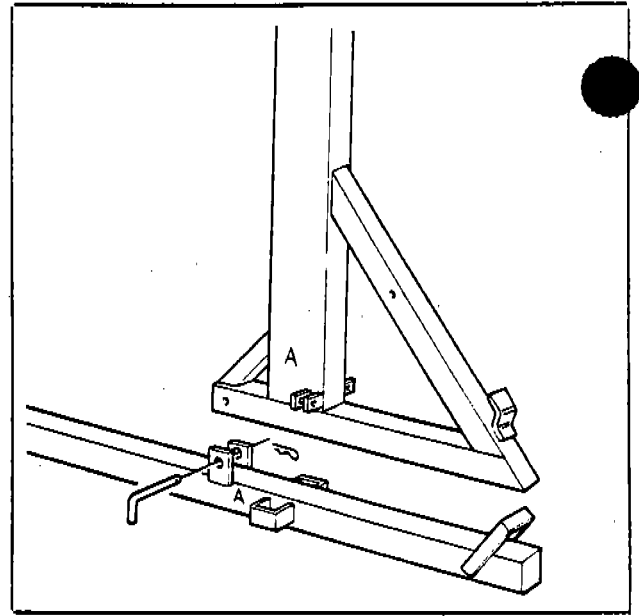

Fig. 21
a) Insert the rail supports into the hook on the base rods securing them with pins and safety clips. (Numbers and marks must match) (Fig. 21).
a) Controllando la sigla riportata sul tirante di base, inserire la gamba con sigla corrispondente (Fig. 21) e fermarla in posizione relative spine e copiglie.